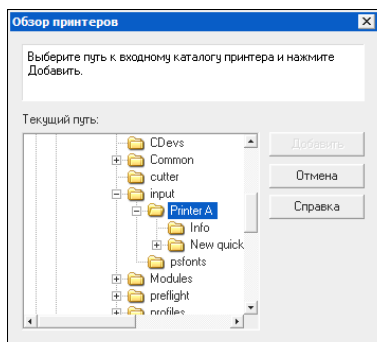

Рис. 23. Диалоговое окно «Обзор принтеров»
2. Перейдите к папке **Input (Ввод)**, выберите имя принтера, который требуется добавить, и щелкните кнопку **Добавить** (см. рис. 23).